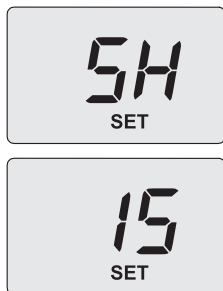

Figura 7.9
- Utilizzare il tasto 12 per cambiare questo valore in **15** e successivamente premere il tasto 14 per confermare. Sul display appare **SH** alternato al parametro potenza massima assoluta e la scritta "**SET**" (Figura 7.9).